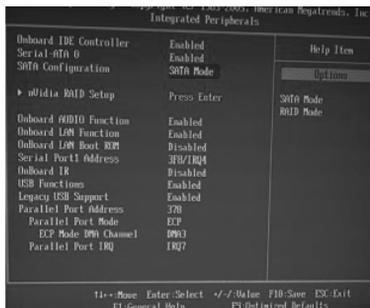

Figura 1.2 Janela Integrated Peripherals
3. Na janela Integrated Peripherals, configure globalmente a seleção do modo de SATA para modo RAID (veja a figura 1.2).